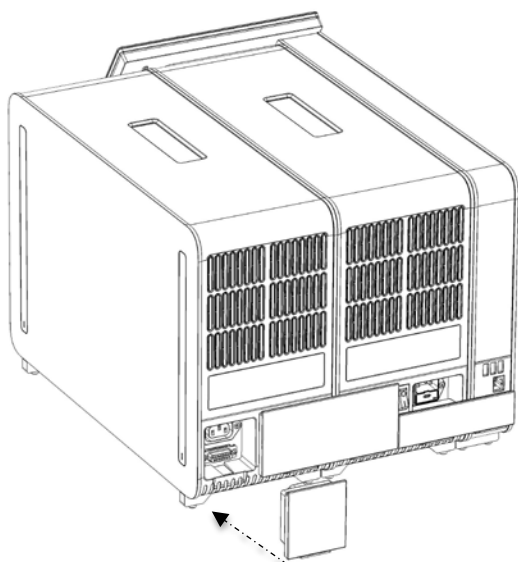

図 19. ターミネーションブリッジを接続。
7. 分析モジュールの背面にターミネーションブリッジを接続します（図 19、次のページ）。